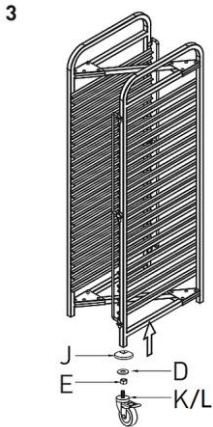

Fig. 3
3. Fäst de 4 svängbara hjul (**K**) och (**L**) på vingsektionerna. Placera 1 mutter (**E**), 1 bricka (**D**) och 1 buffert (**J**) på de svängbara hjulen och skruva fast dem i fyrkantsröret på vingsektionerna (fig. 3).